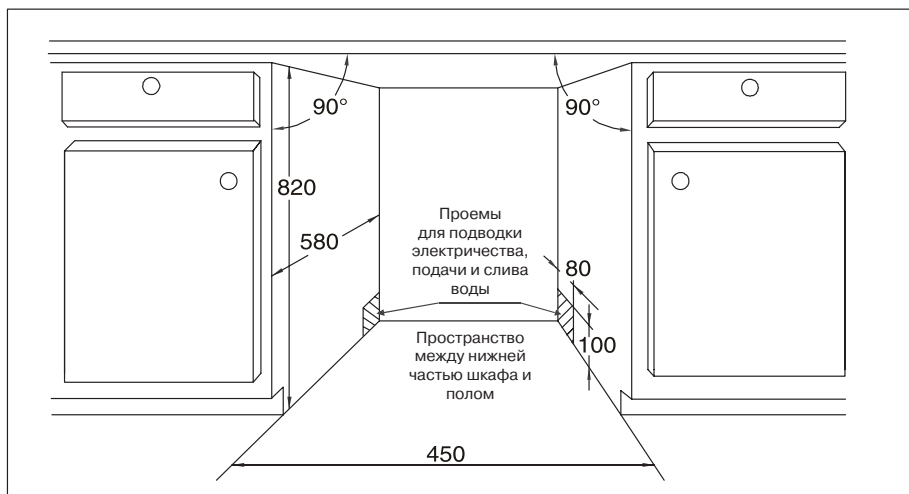

Рис. 1. Размеры шкафа для встраивания посудомоечной машины. От верхней панели машины до крышки шкафа меньше 5 мм, дверца машины заподлицо со шкафом.
1. Выберите место рядом с кухонной раковиной, где несложно подключить машину к воде и сливу (см. рис. 1).